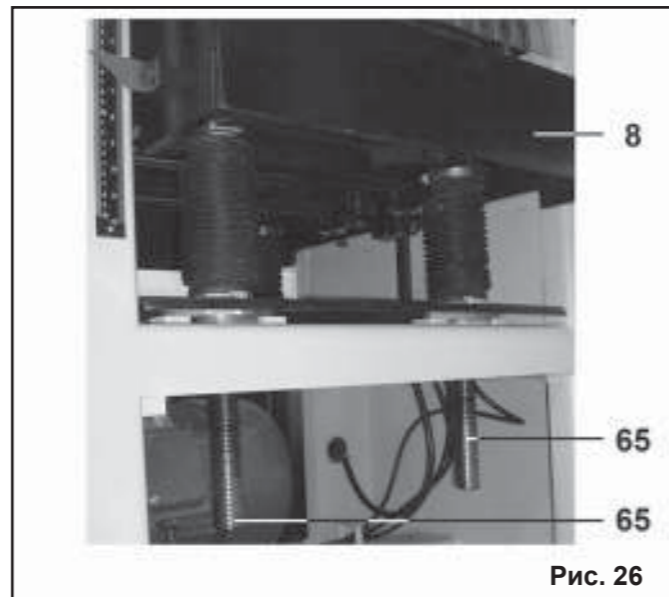

Рис. 26
10.10. Регулировка рабочего стола (Рис. 26 - 28)